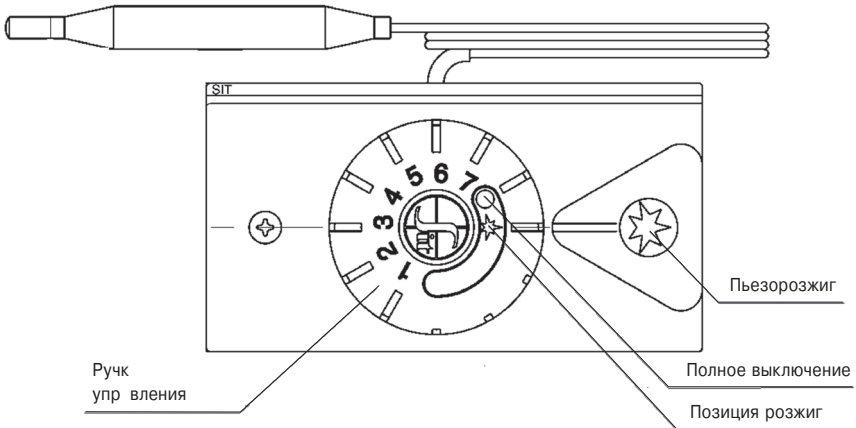

Рис. 5.
**Для котлов мощностью от 7,5 до 20 кВт с газозорелочным устройством на основе итальянской вентили «630 EUROSIT» и инжекционной горелки Polidoro. (см. рис. 5)**